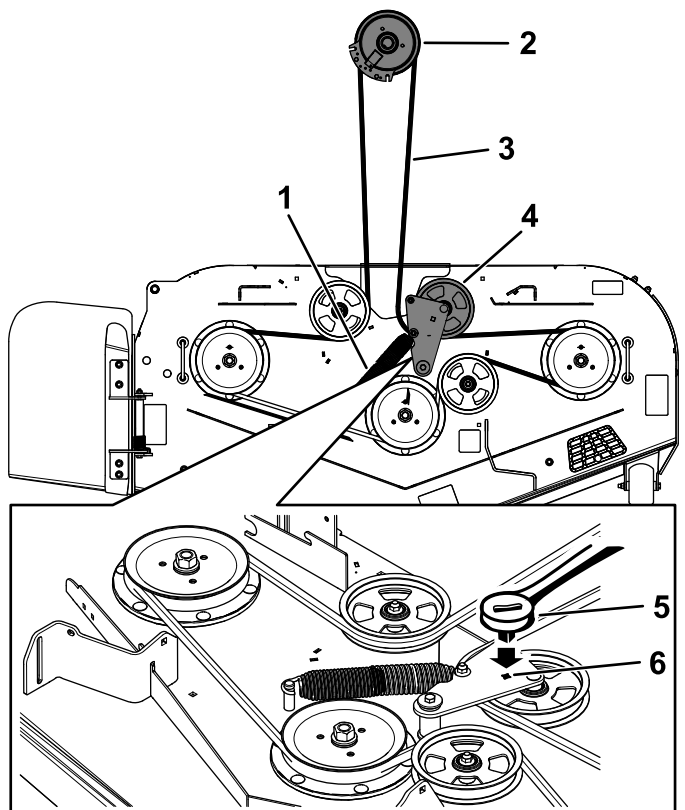

Figura 76
5. Insérez un rochet de $\frac{3}{8}$ pouce dans le trou carré du bras de la poulie de tension pour détendre le ressort de la poulie de tension (Figura 76).
7. Enlevez le guide-courroie situé sur le bras de la poulie de tension rappelé par ressort (Figura 76).
9. Acheminez la courroie neuve autour des poulies du tablier de coupe et de la poulie d'embrayage, sous le moteur (Figura 76).
10. Montez le guide-courroie sur le bras de la poulie tension (Figura 76).
11. Insérez le rochet de $\frac{3}{8}$ pouce dans le trou carré et installez le ressort de la poulie de tension (Figura 76).